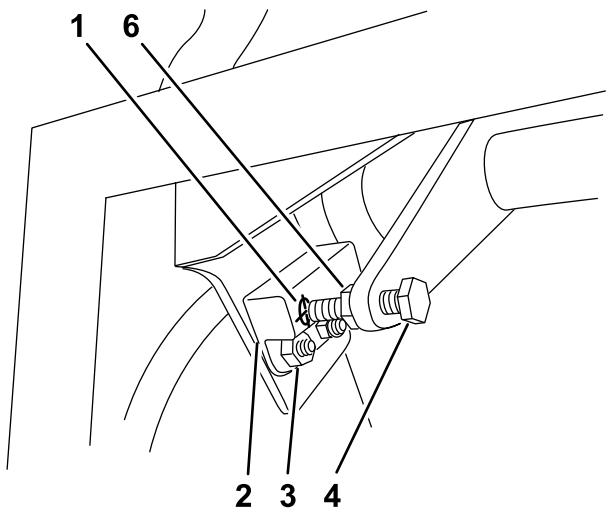

Figura 57
1. Asegúrese de que el perno que está conectado a la palanca de control de movimiento está alineado con la diana del interruptor de proximidad (Figura 57).
2. Si es necesario, afloje los pernos y ajuste el interruptor de proximidad hasta que la diana quede alineada con el perno que está conectado a la palanca de control de movimiento (Figura 57).
3. Compruebe la distancia entre el perno y el interruptor de proximidad; debe ser de 0.51 a 1.02 mm (0.02 a 0.04 pulgadas), según se muestra en Figura 57.
5. Apriete la contratuerca después de ajustar el perno (Figura 57).